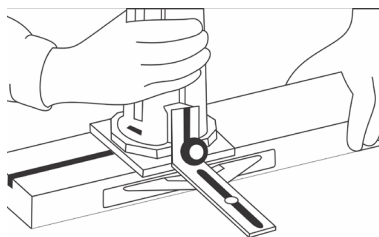

Figura 2: Fresando com guia
- 6- Encoste a base da guia paralela para orientar o trabalho, conforme mostra a Figura 2.